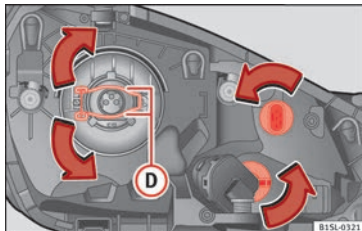

Bild 85 Vänster helljus
3. Tryck låsklammern » **bild 85 (D)** nedåt i pilens riktning, lossa den åt sidan och ta bort den.
6. Sätt i lampen i korrekt läge och montera låsklammern » **bild 85 (D)**